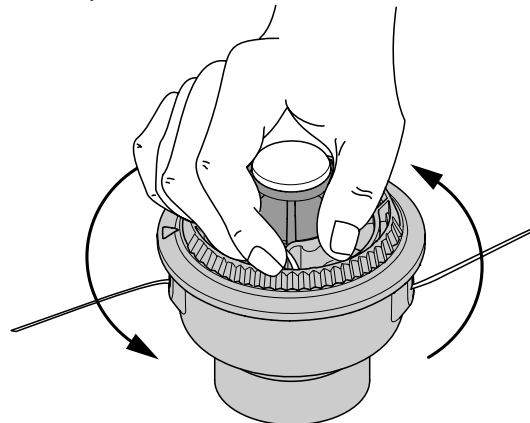

Fig. 16
8. Tenez la bobine extérieure. Rembobinez le moulinet intérieur vers la gauche jusqu'à ce qu'il ne reste plus qu'environ 102 mm (4 po) de fil (Fig. 16).